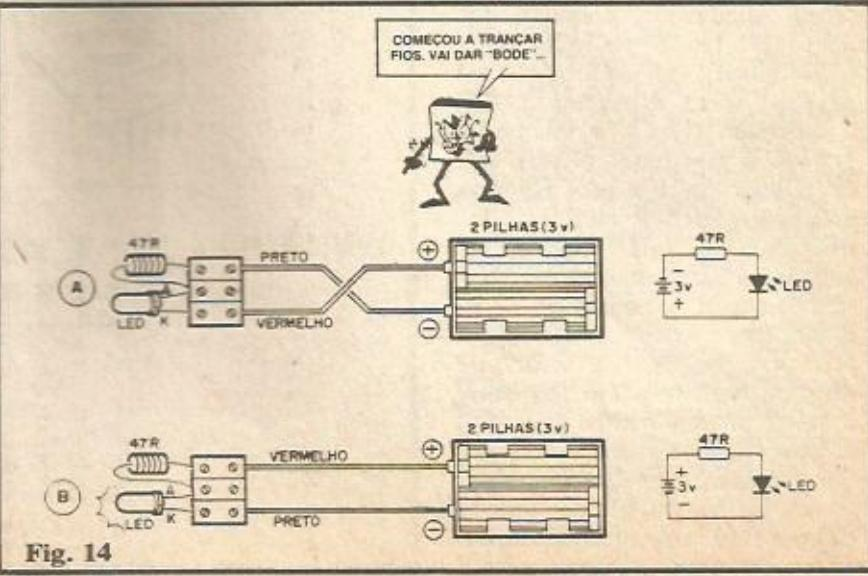

Fig. 14
- FIG. 14-A - Usando a barrinha de conetores parafusáveis (3 segmentos), interliguem um LED e um resistor de 47R. Coloquem 2 pilhas pequenas de 1,5 volts cada num suporte (totalizando 3 volts, portanto) e interliguem conforme a figura (o esqueminha simbólico está lá, ao lado...). Embora a tensão seja maior do que os 2V exigidos pelo LED, este não acende, já que a polarização está invertida...
- FIG. 14-B - No mesmo conjunto básico, "desinvertem" a polaridade da alimentação e verifiquem que o LED acende, bonito! Por quê acendeu? Primeiro porque a tensão das pilhas é, no caso, suficiente, e segundo porque a polarização está correta (direta). O resistor limita a corrente aos valores típicos suportáveis pelo LED.